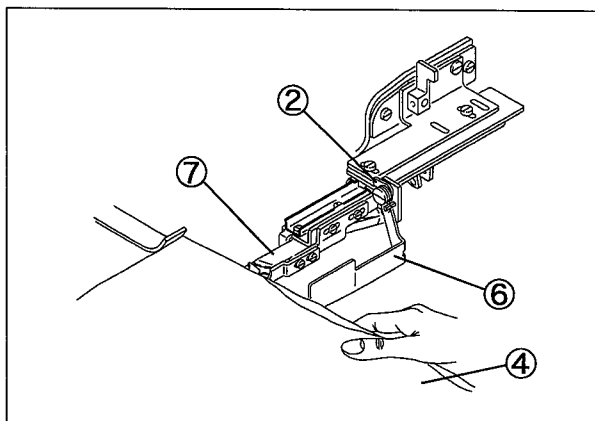

図16
- (3) 縫製する。(図16参照)
- 適当な長さのところでカールを取って上下の生地④をそろえて持ちます。
- そして縫製に合わせて、そのまま生地④に手を添えて行ってください。
- この時、生地④を強く引っ張らないでください。(カールが取れなくなります。)
- (4) 縫い終わり近くで吸込管を退避させる。